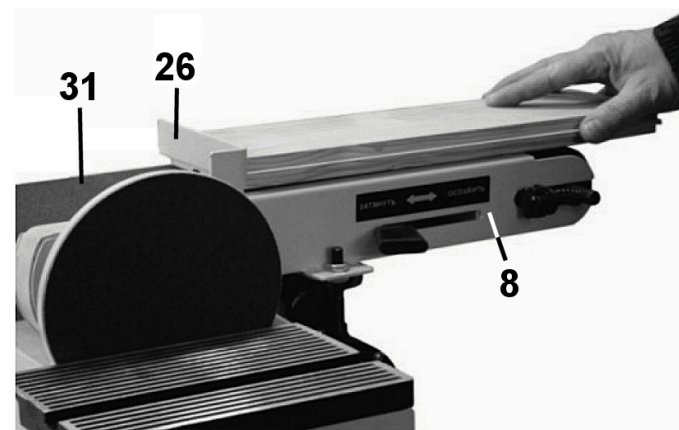

Рис.9
Не прижимайте слишком сильно заготовку к шлифовальной ленте. Станок работает лучше без приложения больших усилий нажатия на заготовку, Рис.9. Задний упор (26), Рис.9, фиксирует деревянную заготовку во время работы. Во время работы берегите руки. При выполнении любого шлифования заготовка должна плотно прилегать к опорным и направляющим поверхностям.
Когда шлифовальная лента (31) расположена горизонтально, заготовка опирается на задний упор (26) и на рабочий стол (8), Рис.9.